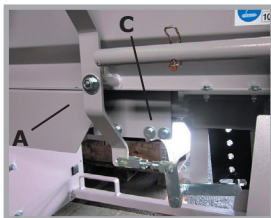

Abb. 17
- Untere Führung (C, Abb. 17) des Spaltschiebers durch Lösen der Befestigungsschrauben (4 Stück je Seite - Gabelschlüssel SW17) demontieren